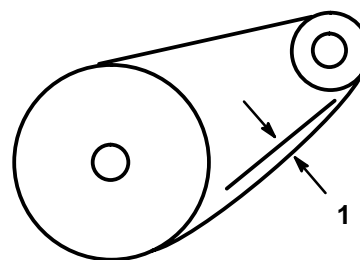

Figure 28
4. Pour contrôler la tension, soulever la chaîne en son milieu, sans forcer. La chaîne doit s'écarter de 3 à 9,5 mm (1/8–3/8") (Fig. 28).